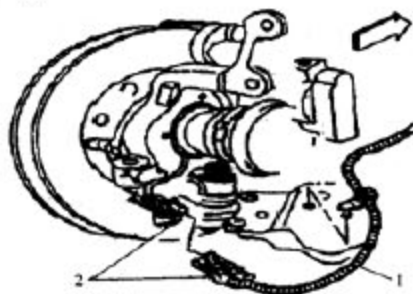

图 1-9 分离车轮速度传感器
- b). 如图 1-9 所示，断开车轮速传感器插接器，从托架上拆卸车轮速度传感器。